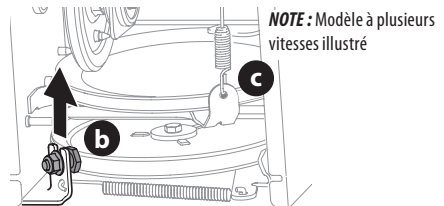

Figure 88
6. Desserrez le boulon à épaulement (b) qui sert de garde-courroie et retirez-le. Puis, décrochez le ressort (c) du châssis. Voir Figure 88.
NOTE : Installez le boulon à épaulement (a) et de fixer le ressort au châssis après avoir installé la courroie neuve. Voir Figure 88.